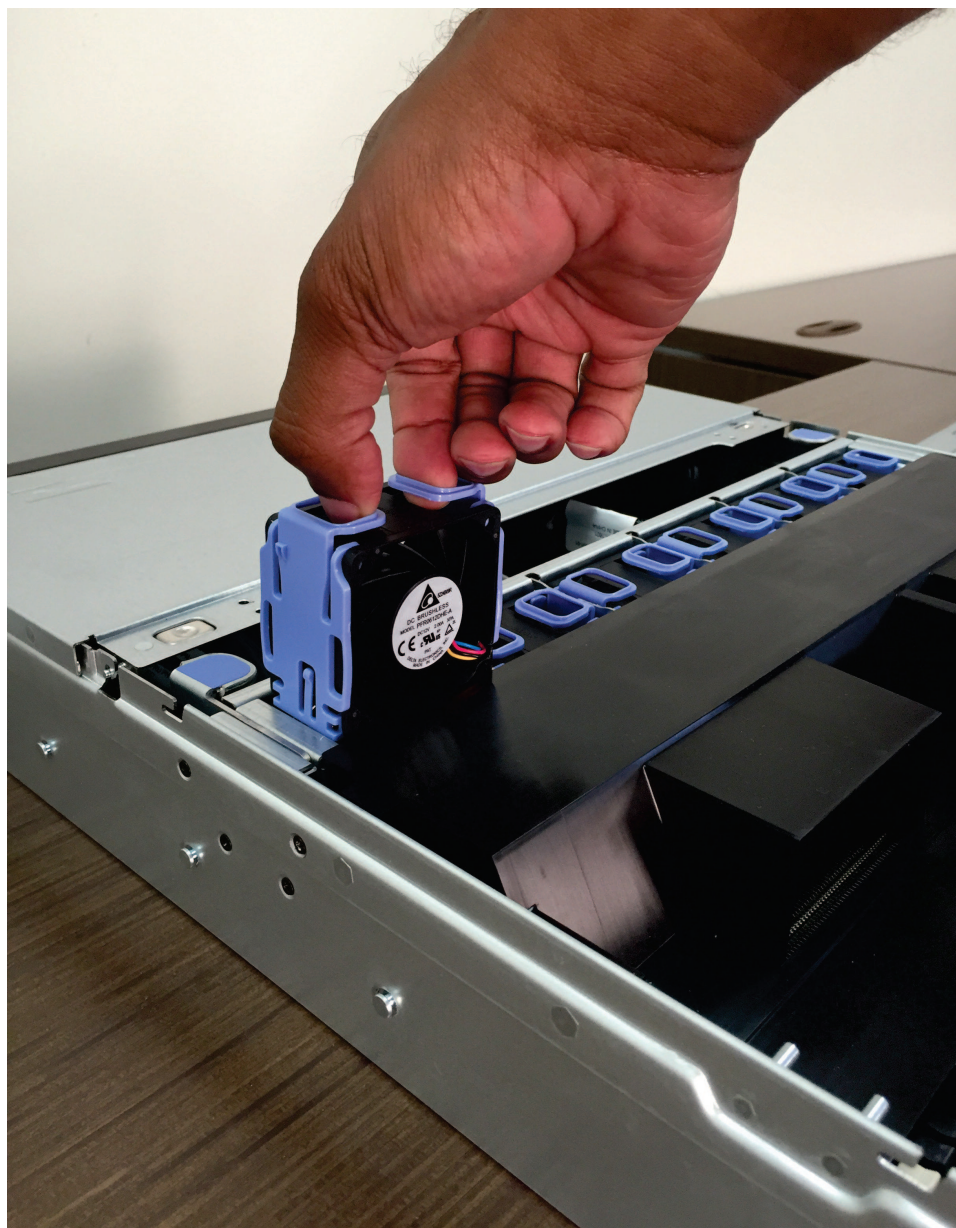

Figura 177. Substituindo um ventilador do 2145-SV1
4. Insira o ventilador no slot do ventilador no suporte do conjunto de ventiladores e pressione-o para baixo até que ele esteja encaixado, conforme mostrado em Figura 177 na página 218.